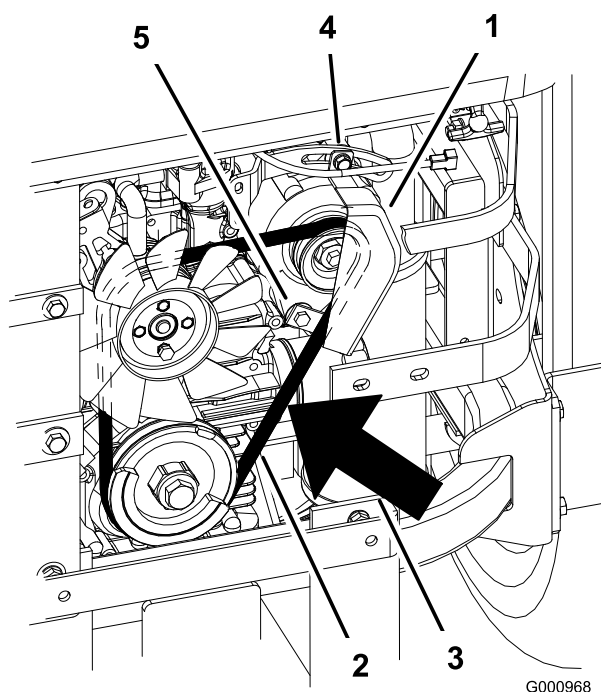

Bild 72
2. Stellen Sie die Lichtmaschine nach außen ein, sodass der Riemen zwischen den Motor- und Lichtmaschinenspannscheiben beim Aufbringen einer Kraft von 10 kgf 7 bis 9 mm durchbiegt (Bild 72).
5. Wenn die Spannung richtig ist, ziehen Sie die untere und obere Schraube fest (Bild 72).